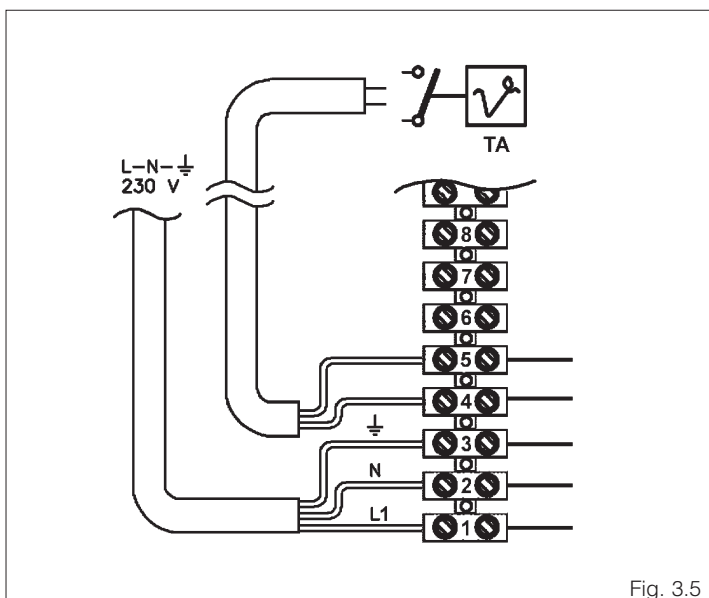

Fig. 3.5
- collegamento del termostato ambiente (TA) (fig. 3.5).
- Prima di iniziare questa fase verificare che il rubinetto di scarico della caldaia sia chiuso (fig. 3.5)